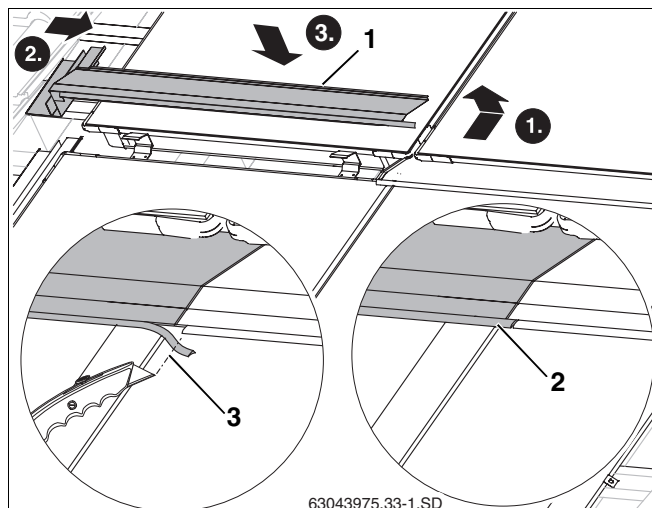

Fig. 54 Colocar a chapa de cobertura central esquerda
- ▶ Colocar a dobra da chapa de cobertura esquerda (fig. 54, **item 1**), conforme no caso da chapa de cobertura direita, na pega da moldura do colector.
- ▶ Encurtar o ressalto de borracha (fig. 54, **item 3**), até que encoste no ressalto de borracha da chapa de cobertura direita.
- ▶ Encaixar o ressalto de borracha da chapa de cobertura esquerda sobre a junta da chapa de cobertura direita (fig. 54, **item 2**).